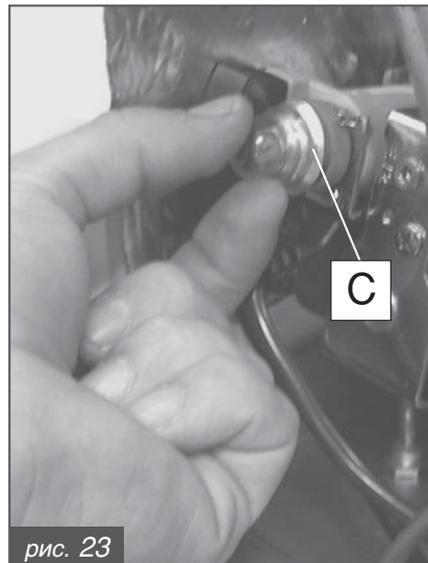

рис. 23
- снять пластиковый колпачок С с бобины модулятора газового клапана (рис. 23), который предохраняет винты регулировки давления;